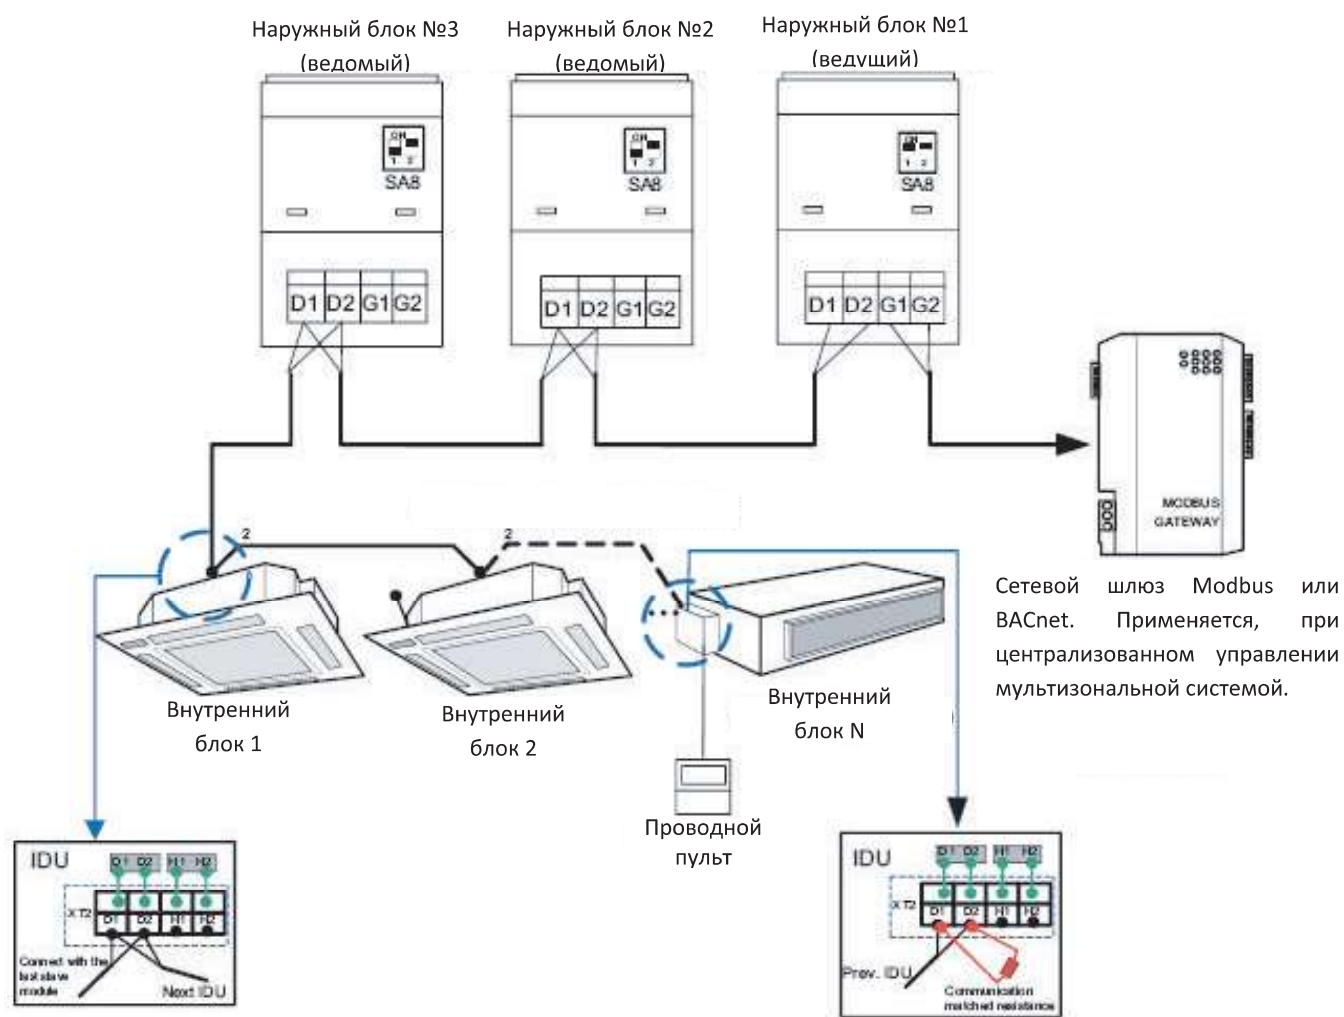

Рис. 8.3
8.2.4. Межблочный кабель подключается к клеммам D1/D2 на клеммной панели XT2 (рис. 8.3.).